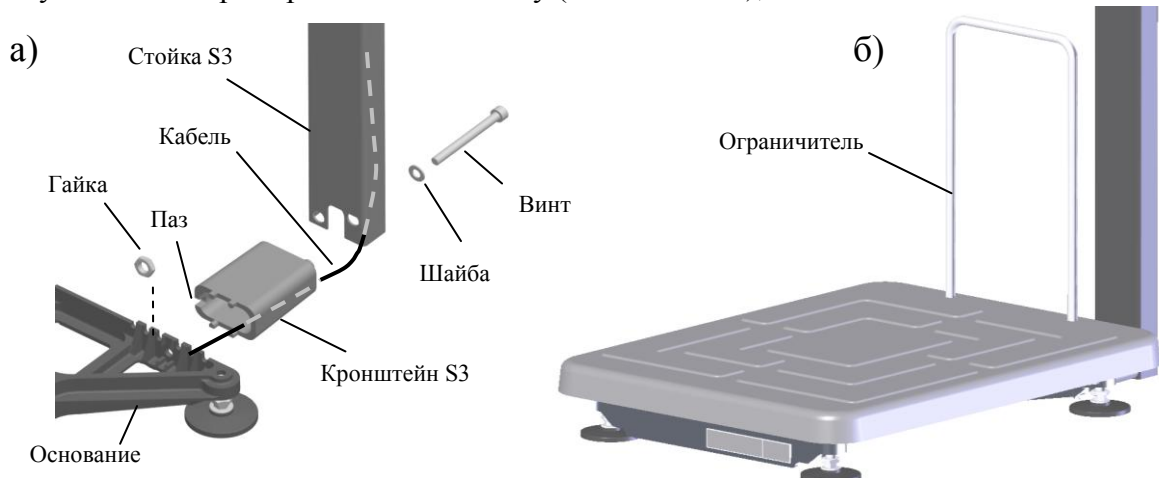

Рис. 5.2 – Крепление прямоугольной стойки к модулю ТВ-S\_
- Протянуть кабель через кронштейн и стойку (см. Рис. 5.2 а);
Вложить в винт М8×130 шайбу 8. Вставить винт в отверстие стойки и пропустить его сквозь стойку, кронштейн (положение паза кронштейна см. на Рис. 5.2а) и основание модуля. Стянуть винт гайкой М8.
- Плотно вставить в отверстия платформы ограничитель (Рис. 5.2 б).